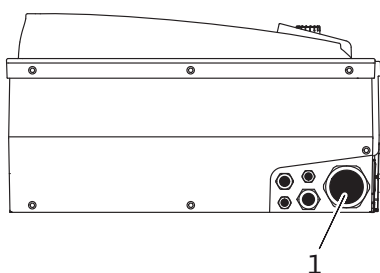

Fig. 22 : Passe-câbles à vis M40
- Le câble d'alimentation réseau doit être inséré dans le passe-câbles à vis M40 (Fig. 22, pos. 1).